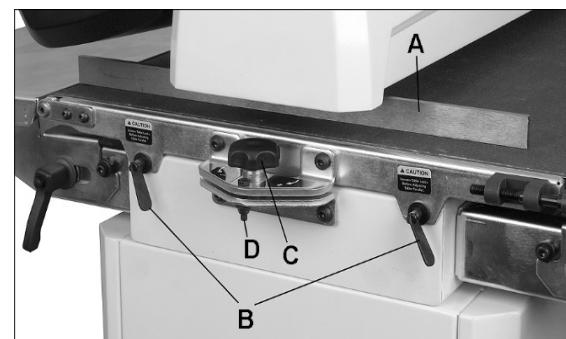

Figure 8-4: Alignement du cylindre
3. Insérez la jauge entre le cylindre et la table du convoyeur du côté externe du cylindre (A, Figure 8-4).
3. Si une bavure est visible là où le cylindre chevauche, desserrez les deux vis de verrouillage de la table (B, Figure 8-4) et abaissez légèrement la table sur l'extrémité externe en tournant le bouton (C).